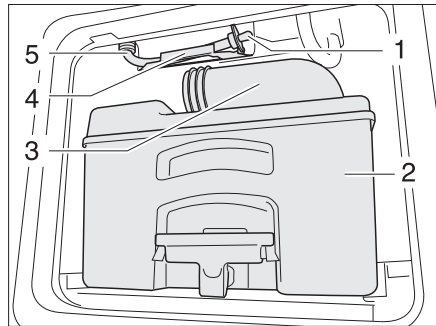

Bild 111 Avloppsslang vattentank toaletten
- ▶ Töm kassetten (Bild 111,2) på ett därför godkänt avloppshanteringsställe och rengör den.
- ▶ Lämna tömningsröret (Bild 111,3) vara öppet.
- ▶ Tag ut avloppsslangen (Bild 111,5) ur hållaren (Bild 111,4).
- ▶ Ta ur avloppsproppen (Bild 111,1) och låt resterande vatten rinna ut.